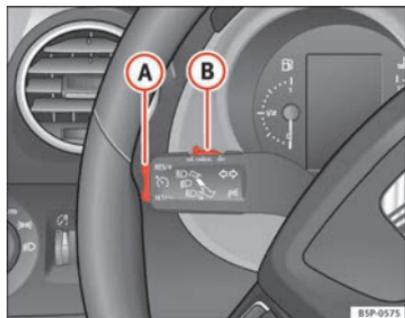

Fig. 148 Levier des clignotants et des feux de route : commande et touche basculante pour régulateur de vitesse
- Lorsque la vitesse à mémoriser est atteinte, appuyez une fois brièvement sur la partie inférieure **SET/-** de la commande à bascule ⇒ fig. 148 **A**.